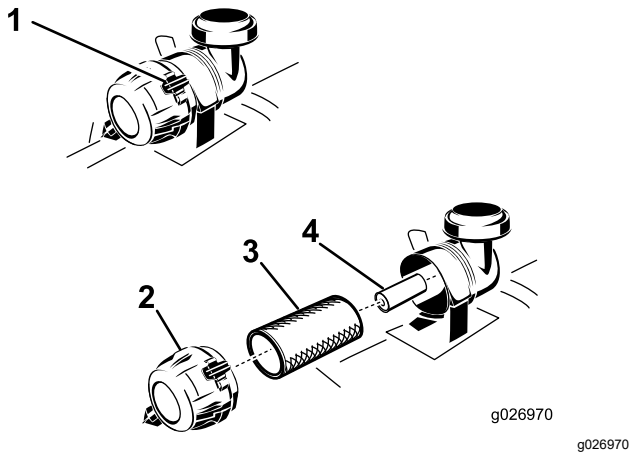

Figura 38
4. Abra los enganches del limpiador de aire y tire de la tapa de la entrada de aire para separarla del cuerpo del limpiador de aire (Figura 38).
- Extraiga con cuidado el filtro primario de la carcasa del limpiador de aire (Figura 38).
- Si va a cambiar el filtro interno, deslícelo cuidadosamente en el cuerpo del filtro (Figura 38).
- Deslice cuidadosamente el filtro primario por encima del filtro de seguridad (Figura 38).
- Instale la tapa del limpiador de aire con el respiradero hacia abajo, y gírela hasta que los enganches la bloqueen en su sitio (Figura 38).